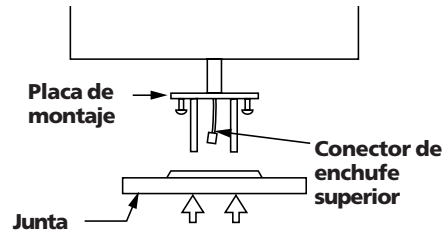

Figura 8a - Placa de montaje y conector de enchufe superior
1. Busque la placa de montaje de la caja del interruptor, la junta de la caja y el conector de enchufe superior, como se muestran en la Figura 8a.